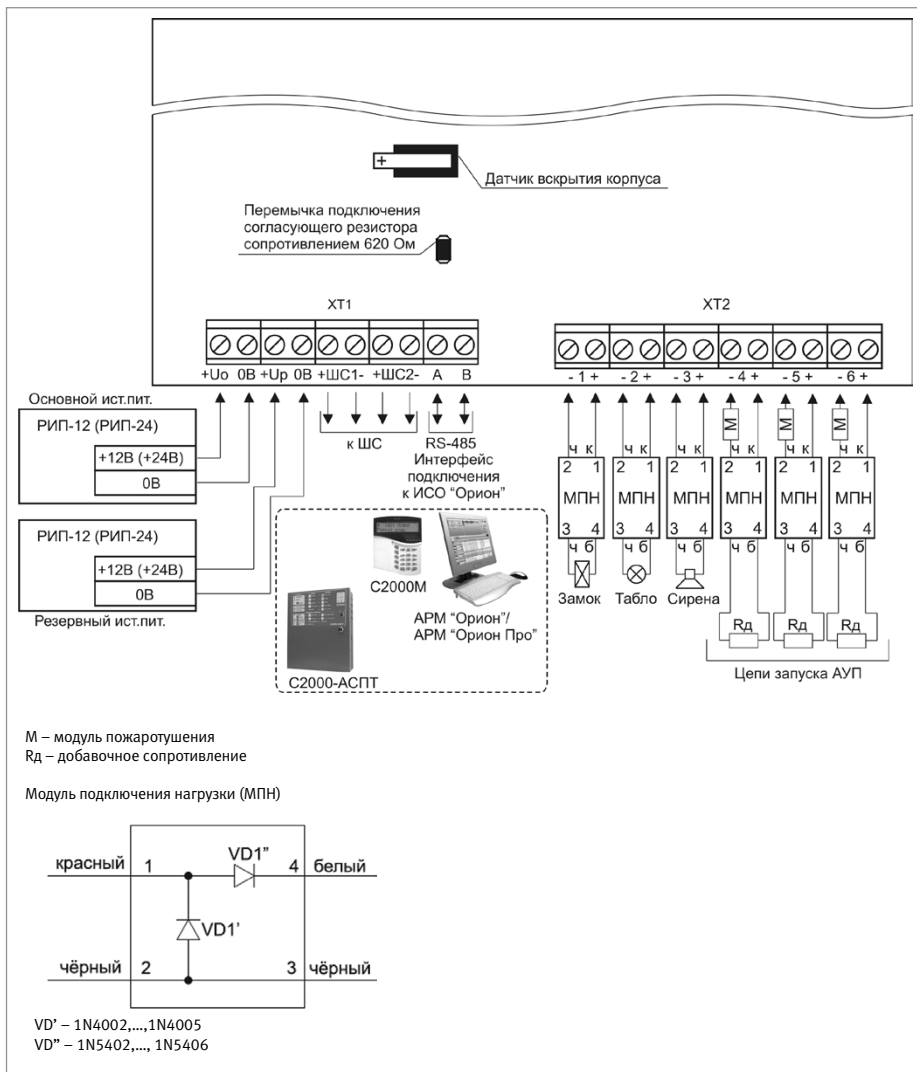

Рисунок 14. Схема внешних соединений блока «С2000-КПБ»
1. Схема внешних соединений блока С2000-КПБ приведена на Рисунок 14